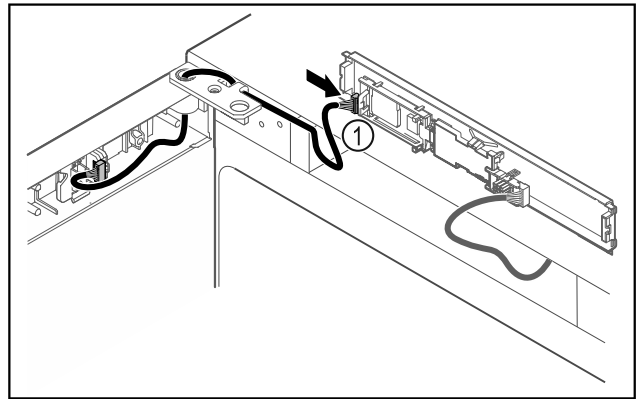

Fig. 42
- ▶ Collegare il connettore Fig. 42 (1) sulla scheda.